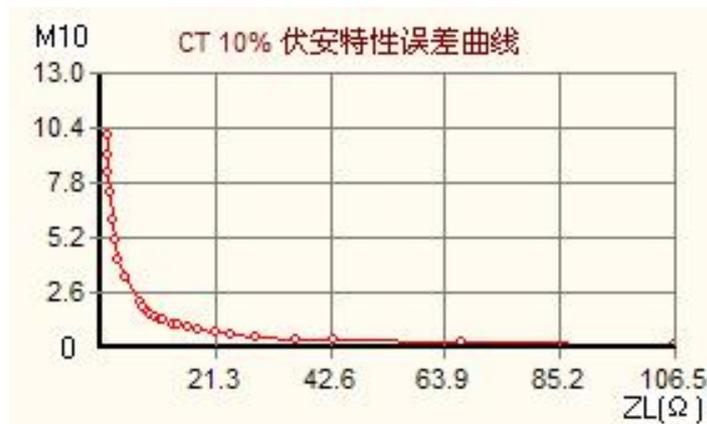

图 5.5 误差曲线图像图
2) “保存误差曲线”是保存根据当前所选择的 CT 伏安特性试验数据计算出的误差曲线(含 EXCEL, WORD, 图像)，在弹出的“文件保存”中，选择保存路径，并输入文件名称保存文件和图像，保存图像结果如图 5.5、5.6、5.7 所示。